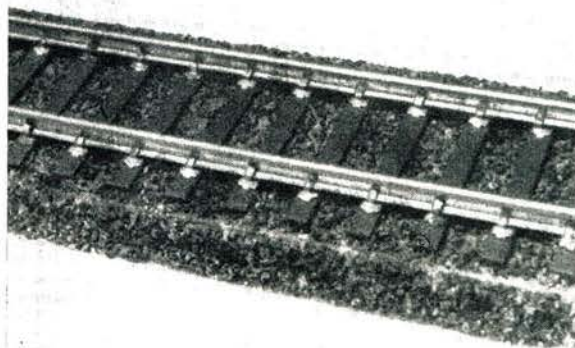

Bild 6 Modellgleis aus Material der Firma Swart
5. Schwelle zu klammern. Wer es ganz dem Vorbild entsprechend machen will, dem wird empfohlen, die Schienen an jeder Schwelle zu befestigen (Bild 6). Neuerdings gibt es außerdem ein 2,5 mm hohes Schienenprofil, das von der Fa. Werner Bach, Ölsnitz, hergestellt wird, und den genormten Maßen entspricht. Die Fa. Charlotte Sonntag, Potsdam, liefert 2,7 mm hohes Schienenprofil.